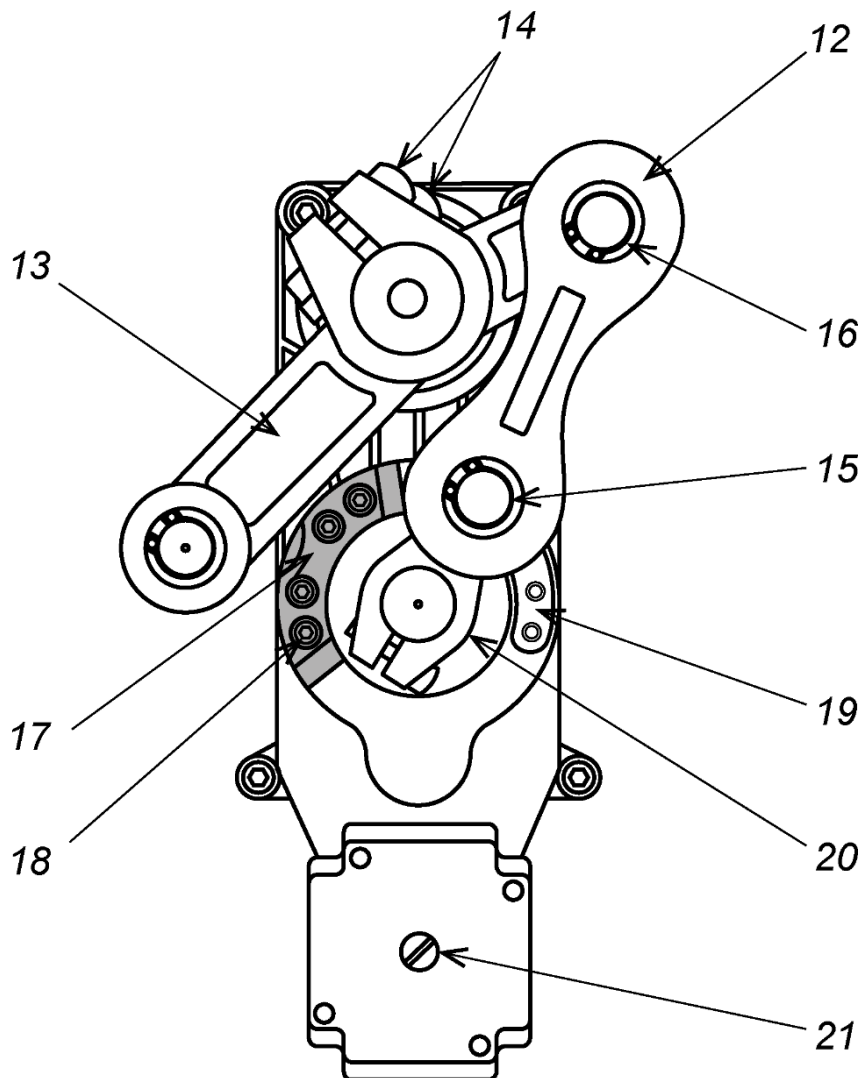

Рисунок 8. Порядок переустановки стрелы шлагбаума
По умолчанию шлагбаум поставляется с положением стрелы, рассчитанной на правосторонний проезд (стойка шлагбаума фронтальной стороной располагается справа от проезжей части). При необходимости изменения этого положения на противоположное выполните следующие действия (см. рис. 8):
Для разблокировки стрелы откройте дверцу шлагбаума и шлицевой отверткой вращайте втулку (21) (см. рис. 8) влево или вправо до тех пор, пока нижний шарнир шатуна (12) не выйдет из крайнего положения и стрела не станет поддаваться ручному воздействию вверх или вниз.